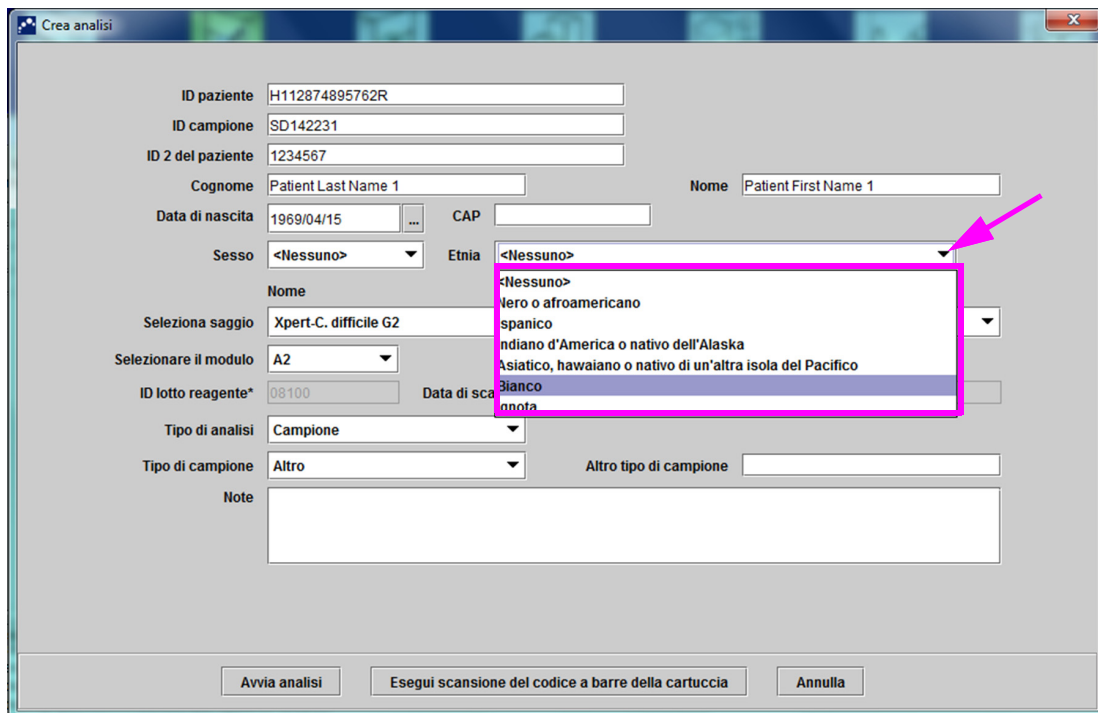

Figura 5-25. Finestra di dialogo Crea analisi con il campo Etnia
- B. **Etnia**—Fare clic sul menu a discesa nella casella **Etnia** e selezionare l'etnia corrispondente (vedere la Figura 5-25).